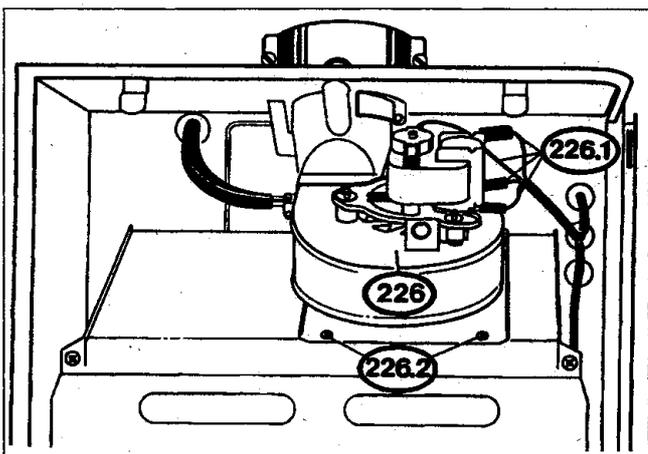

Bild 33
- Elektrische Anschlußleitungen (226.1) an Abgasventilator (226) abziehen.
- Schrauben (226.2) des Abgasventilators (226) entfernen und Abgasventilator (226) nach vorne herausziehen (Bild 33).
- Abgasventilator (226) montieren und mit den Schrauben (226.2) befestigen (Bild 33).
- Elektrische Anschlußleitungen (226.1) am Abgasventilator (226) aufstecken (Bild 33).